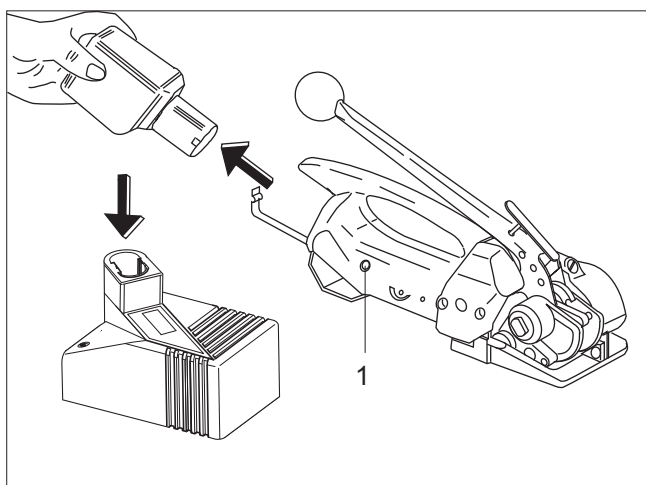

Fig. 12
- Maintenir le levier de tension dans cette position (env. 2 s) jusque la lampe de contrôle (fig.12/1) ne pas illuminé.